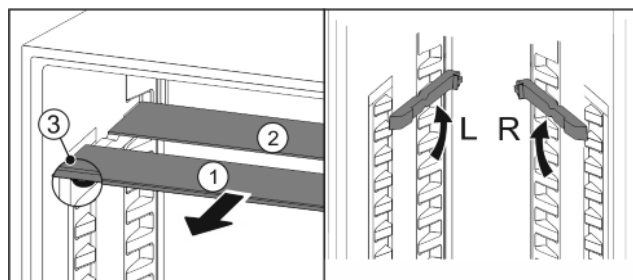

Fig. 19
- По одной извлеките Fig. 19 (1) стеклянные панели движением вперед.
- ▷ Стеклянная панель Fig. 19 (1) со стопорами лежит спереди.
- ▷ Стопоры показывают вниз Fig. 19 (3).